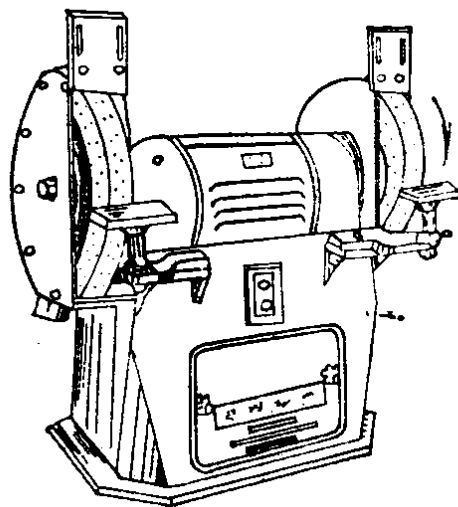

图1-3 砂轮机
砂轮机的形状如图1-3所示,它是用来刃磨铰子,刮刀,钻头、划针、样冲等刀具及工具的设备。也可用于磨去工件或材料的毛刺、棱边等。
(1)砂轮的转向应使磨屑向下飞离砂轮,如图1-3中箭头所示;